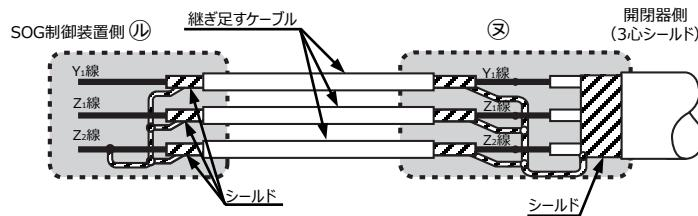

図12 ケーブルの継ぎ足し
- Ⓑ 閉閉器側制御ケーブルの端末は、シールド線をZ2端子にはんだ付けしていますので、継ぎ足す場合にはZ2端子からY1、Z1、Z2の各々のシールド線を外し、端子記号を合わせて接続してください。また閉閉器側のY1、Z1、Z2のシールド線と継ぎ足すケーブル側のシールドを各々接続してください。(図12)
- Ⓐ 継ぎ足した側のケーブル端末は、SOG制御装置側でY1、Z1、Z2のシールド線とZ2端子を接続してください。(図12)